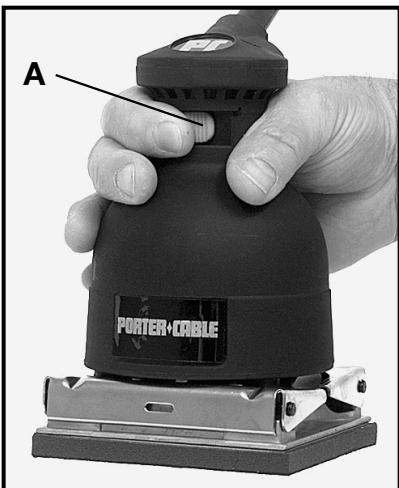

Fig. 3
**▲AVERTISSEMENT** Assurez-vous que l'interrupteur (A), Fig. 3, est à la position d'arrêt « OFF ».
3. Tout en tenant la ponceuse fermement et hors de la surface de travail, faites glisser l'interrupteur (A), Fig. 3, à la position de marche « ON ».
5. Au terme du ponçage, soulevez la ponceuse de l'ouvrage et faites glisser l'interrupteur (A), Fig. 3, à la position d'arrêt « OFF » pour arrêter la ponceuse.
La ponceuse de finition Porter-Cable a été conçue en vue d'une utilisation d'une seule main (Fig. 3). Étant donné qu'elle est légère, sans vibrations et parfaitement équilibrée, la ponceuse peut être guidée facilement sur la surface de l'ouvrage d'une seule main. Le poids normal de la machine suffit à un ponçage efficace. N'exercez pas de pression supplémentaire sur la machine. Ceci ne ferait que ralentir la vitesse du patin, réduisant ainsi l'efficacité de ponçage, et mettrait un fardeau supplémentaire sur le moteur. Ceci pourrait également faire sauter la ponceuse sur l'ouvrage. Laissez la ponceuse faire le travail.